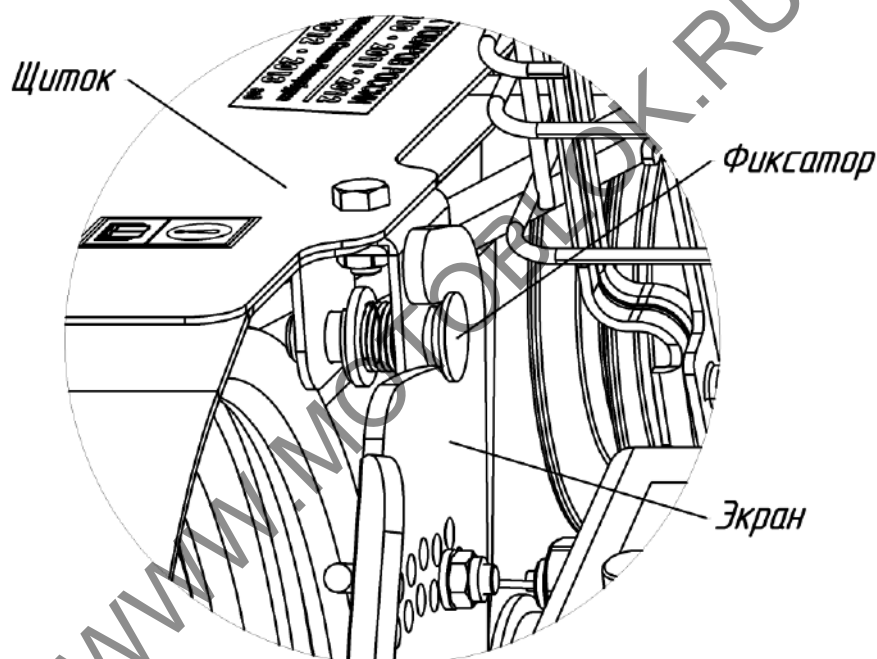

Рис.4 Схема крепления щитка со стороны ведомого шкива
– опускать щиток таким образом, чтобы фиксатор зашел в паз на экране мотоблока (рис.4);